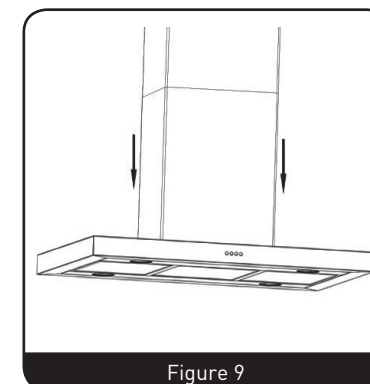

Figure 9
7. Si votre hotte aspirante doit être utilisée dans le mode d'extraction, fixez la gaine au plafond. (Figure 9)